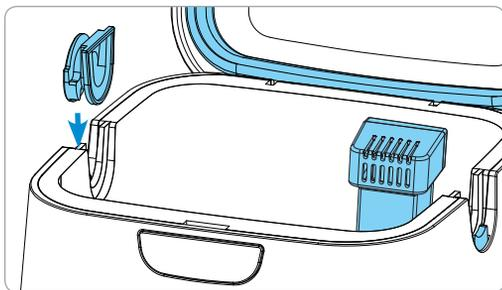

Figure 6. Installer le bouchon amovible de l'entrée de tuyau
2. Installer le bouchon amovible de l'entrée de tuyau dans l'une des deux entrées (figure 6).
Positionner le bouchon amovible de l'entrée de tuyau tel qu'il est illustré à la figure 6. La face arrondie du bouchon amovible de l'entrée de tuyau est à l'extérieur de l'appareil SoClean 2.